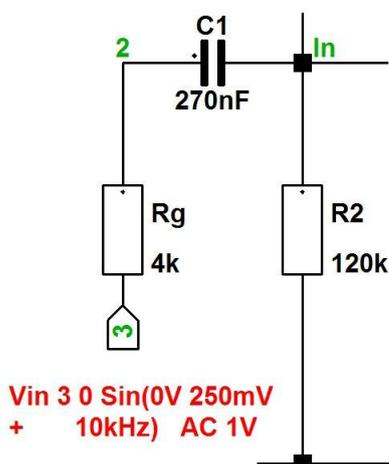

Bild 7:
- Sollen im Fenster für SPICE-Direktive mehrere Zeilen untereinander geschrieben werden, wird eine neue Zeile mit dem Shortcut **Ctrl M** gestartet. – Lange Zeilen können geteilt werden. Wie beim Schreiben einer Circuit-Datei ist dann aber darauf zu achten, dass jede Zeilen-Fortsetzung mit einem Pluszeichen (+), gefolgt von mindestens einem Leerzeichen, beginnt, siehe **Bild 7**.
- In LT-SPICE können Bauteile statt durch Symbole auch durch Netzlisten-Zeilen in der Schaltung definiert werden. Von dieser Möglichkeit kann vorteilhaft Gebrauch gemacht werden, wenn Bauteile nicht direkt zur Schaltung dazugehören, wie z.B. externe Spannungs- oder Stromquellen (vergl. **Bild 7**) oder auch externe Beschaltungen von Operationsverstärkern usw.